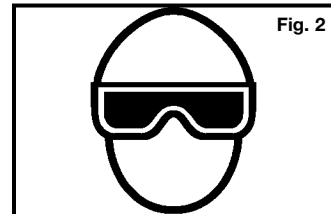

Fig. 2
- **El operador y toda otra persona que se encuentre en el área de trabajo DEBEN usar anteojos de seguridad con protección lateral.** Estos anteojos de seguridad deben cumplir con los requisitos ANSI Z87.1 (los anteojos aprobados tienen impreso o estampado "Z87"). (Fig. 2)